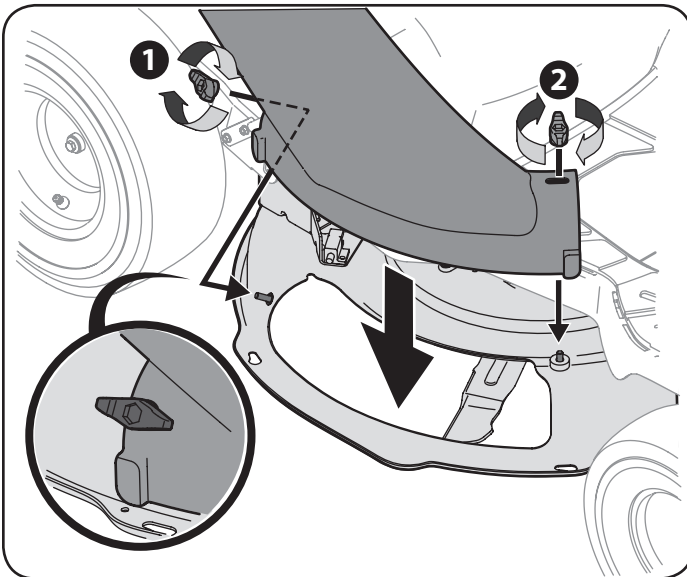

Figura 9
9. Monte el tubo del canal de la embolsadora en la plataforma del tractor bajando el tubo del canal sobre los pernos de montaje de la plataforma de corte, como se indica en Figura 9.
10. Sujete el perno de montaje trasero con una perilla de aletas (1), luego el perno de montaje delantero con otra perilla de aleta (2) como se indica en la Figura 9.